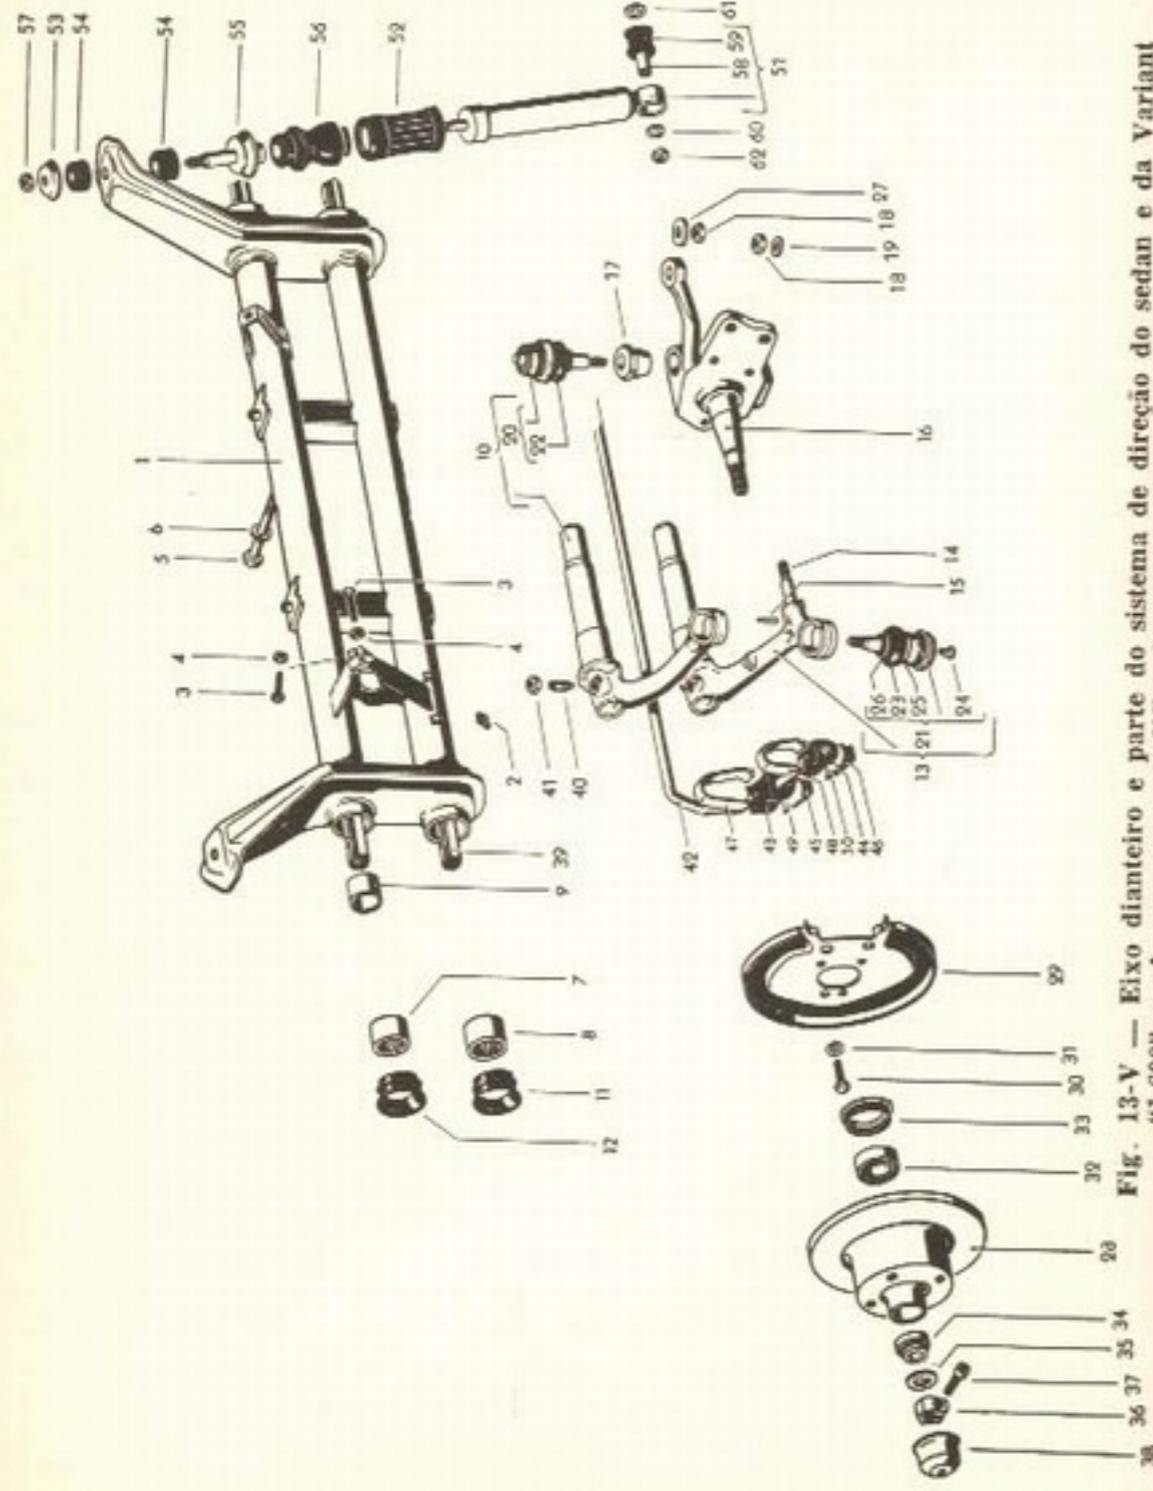

Fig. 13-V — Eixo dianteiro e parte do sistema de direção do sedan e da Variant "1600" — As pequenas modificações estão descritas no texto.
Como em todos os modelos VW, a suspensão dianteira do sedan "1 600" e da Variant é do tipo de barras de torção laminadas e a única diferença entre os dois modelos reside nas características internas dos amortecedores e no número de lâminas das barras: o sedan possui 10 lâminas e a Variant, 8. O corpo do eixo se constitui de dois tubos paralelos e rigidamente ligados constituindo uma só peça (Fig. 13-V). Os braços da suspensão (10 e 13) se encaixam nas barras e se apoiam em buchas de metal (9) no interior dos tubos e em rolamentos de agulhas (7 e 8) nas extremidades. Um estabilizador (42) liga os dois braços inferiores da suspensão por meio de buchas de borracha (43, 44).
**Retirada do eixo dianteiro.** — Retiram-se as rodas e solta-se o parafuso da braçadeira da árvore de direção (46, Fig. 2-N, pág. 184), retira-se o fio da buzina de seu terminal na coluna, e puxa-se a árvore pelo volante. Desligam-se os tubos flexíveis do freio em seus suportes, retiram-se as porcas das ponteiras da barra de direção direita e desfaz-se a ligação do amortecedor da direção com o corpo do eixo. Retira-se a barra de direção direita. Retiram-se os parafusos de fixação do eixo à carroceria e os de fixação ao chassi (3 e 5, Fig. 13-V). Se se dispuser do suporte VW 610, apoia-se o mesmo em combinação com um macaco em baixo do eixo e puxa-se o eixo.